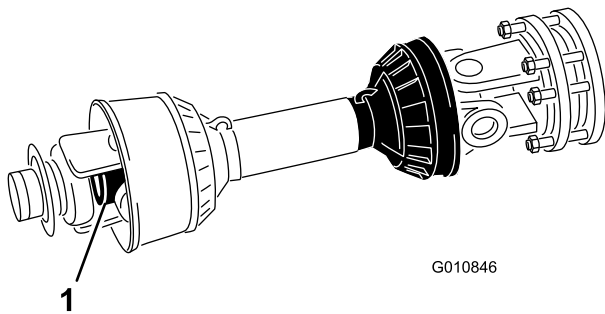

Figura 14
9. Deslice ente sí los tubos del árbol de la toma de fuerza hasta que estén totalmente retraídos. Compruebe que el tubo **interior** no sobresale a la zona de cruceta y cojinete del tubo exterior (Figura 14). Si esto ocurre, **recorte más** el tubo interior para corregir el problema.